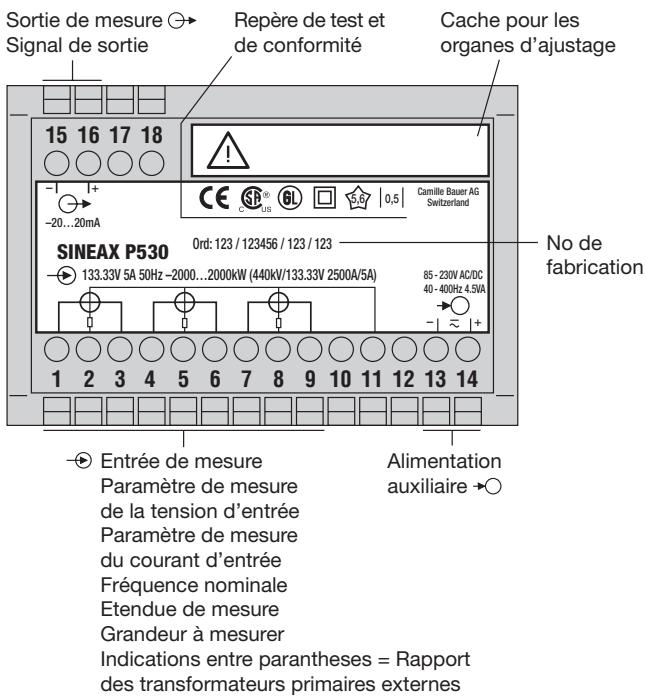

Fig. 5. Déclaration pour la plaquette signalétique.
... que les caractéristiques techniques qui permettent de résoudre le problème de mesure correspondent aux données mentionnées sur la plaquette signalétique du SINEAX P530/Q531 (→ entrée de mesure, → sortie de mesure et → alimentation auxiliaire, voir Fig. 5)!
– Enlever le cache sur les organes d'ajustage (petite plaque autocollante, Fig. 5).